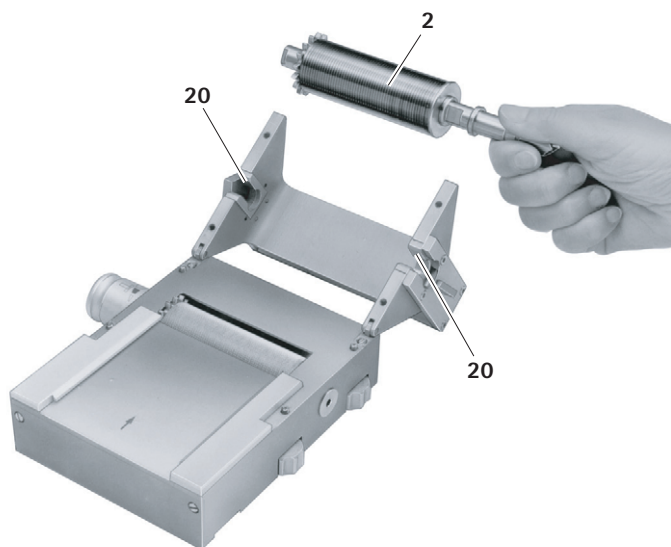

Рис. 4
- Повернуть режущий вал 2, чтобы вынуть его из опор 20, см. Рис. 4.
- Установить режущий вал 2 в две опоры 20, см. Рис. 4.